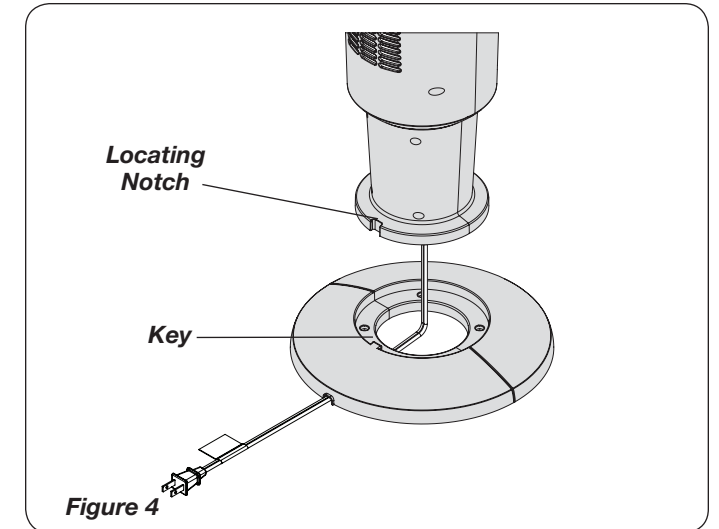
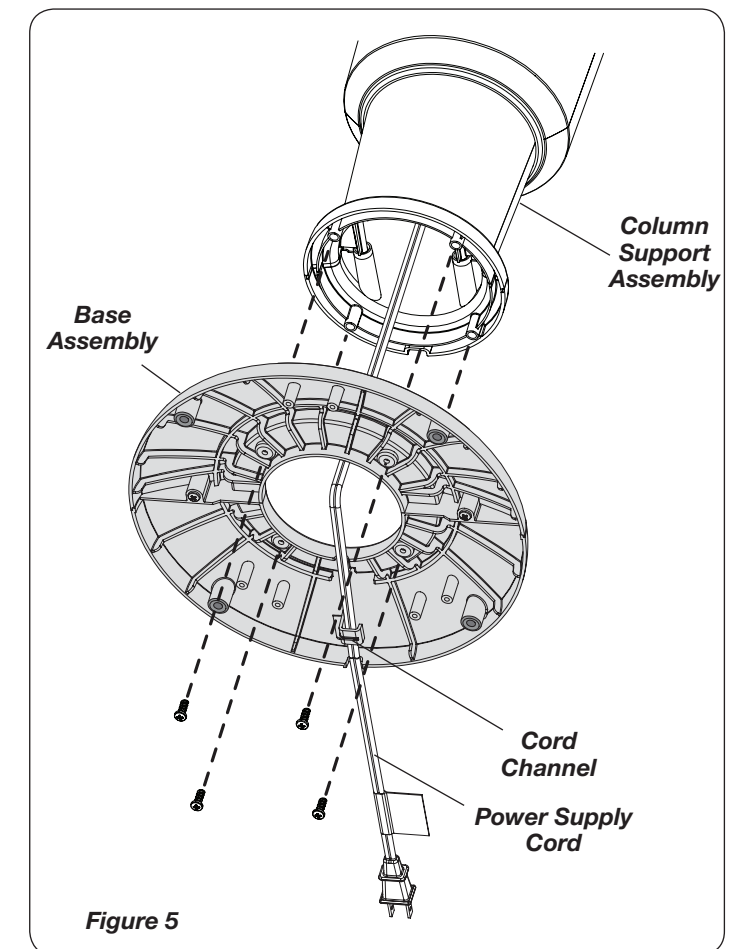

Figure 4
Figure 5
3. Align the **Base Assembly** with the **Column Support Assembly**. Make certain to align the **Locating Notch** on the **Column Support Assembly** with the **Key** on the **Base Assembly** (Figure 4). Attach the **Base Assembly** to the **Column Support Assembly** with (4) M5 X 13 mm Screws. Gently pull any excess slack of the **Power Supply Cord** and place it in the **Cord Channel** of the **Base Assembly**. (Figure 5)
3. Alinee el **Conjunto de la Base** con el **Conjunto de Soporte de Columna**. Cerciérese de que la **Muesca de Ubicación** en el **Conjunto de Soporte de Columna** quede alineada con la **Llave** en el **Conjunto de la Base** (Figure 4). Una el **Conjunto de la Base** al **Conjunto de Soporte de Columna** con (4) tornillos M5 X 13 mm. Jale suavemente el **Cable Eléctrico** para que no quede holgado, y colóquelo en el **Canal Para Cable** del **Conjunto de la Base**. (Figure 5)